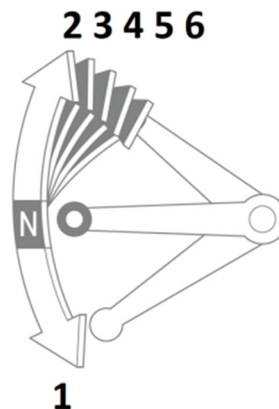

Рисунок 3.4. Положение рычага передачи.
2. Включите нейтральную передачу (рис. 3.4).
1. Включите нейтральную передачу (рис. 3.4).
Рычаг переключения передач 5 (фото 2.1) находится на левой стороне двигателя. Мотоцикл имеет пять или шесть передач (рис. 3.4), в зависимости от модели двигателя. Первая передача включается вниз, остальные вверх. Нейтральная передача находится между первой и второй передачами (см. рис. 3.4). Пожалуйста, проверьте этикетку на двигателе для определения правильного порядка переключения передач.
3. Нажмите на рычаг переключения передач вниз (рис. 3.4) в положение первой передачи.
5. Набрав скорость, закройте дроссельную заслонку 1 (фото 3.5.1), выжмите рычаг сцепления 8 (фото 2.3) и переместите рычаг переключения передач вверх (рис. 3.4), в положение второй передачи. После включения передачи, постепенно отпускайте рычаг сцепления 8 (фото 2.3) и открывайте дроссельную заслонку 1 (фото 3.5.1).